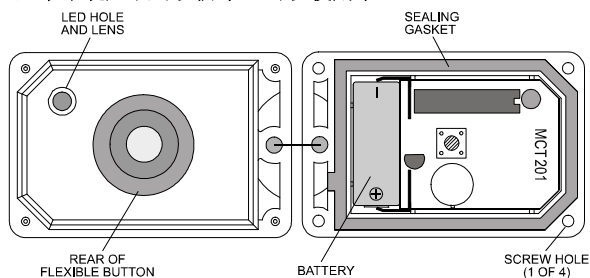

图 3. MCT-201WP 内部图
为了准备使用, 将元件分开两部分躺倒放在桌上如图3所示: 在电池槽内装上柱型12V电池。请注意电池正负级!
- 将三角形的钥匙链滑入预先留好的MCT-201上方的钥匙链孔（见图3）